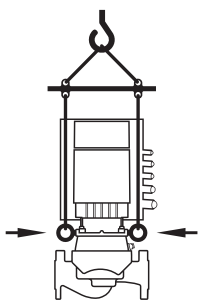

Fig. 8: Preprava čerpadla
- Preprava čerpadla sa musí vykonať pomocou povolených prostriedkov na manipuláciu s bremenom (napr. kladkostroj, žeriav atď.). Tieto sa musia upevniť na prepravné oká umiestnené na príruby motora (Fig. 8, tu zobrazené: Zdvíhacie zariadenie s vertikálnym hriadeľom motora).